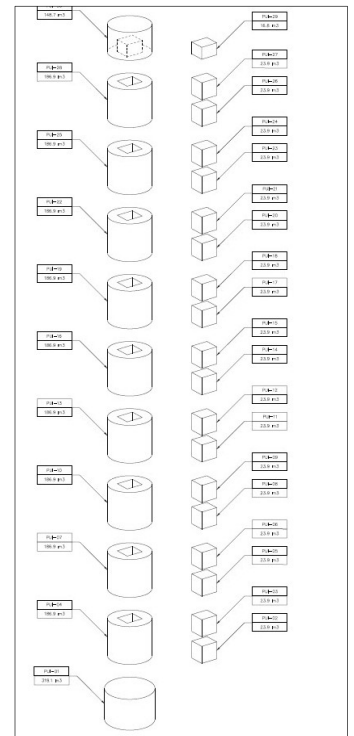

Figure 3. Séquence d'excavation du puits de la cheminée d'équilibre présentant les tirs d'ouverture et de périmètre
- b. À partir du moment où l'ouverture de 6 m est présente dans la première banquette inférieure du puits, le périmètre autour de celle-ci est dynamité à son tour (voir séquence illustrée à la Figure 3).